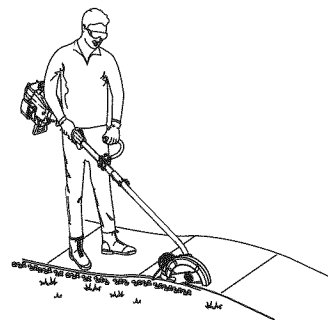

Fig. 4
- Párese en la posición de operación (Fig. 4).